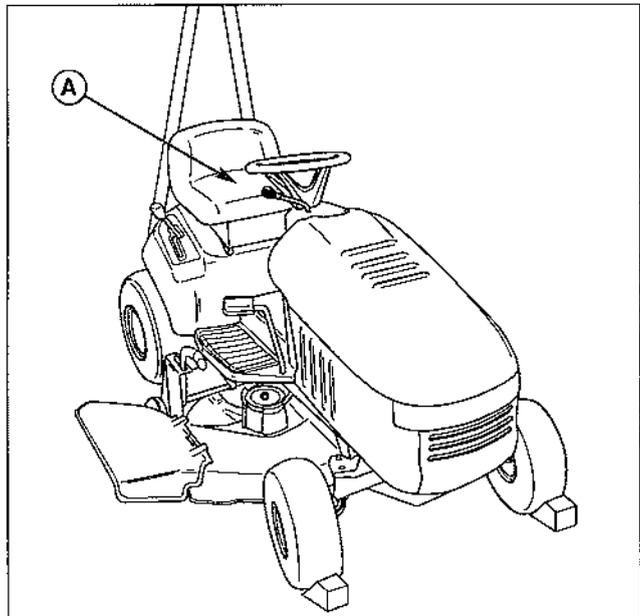
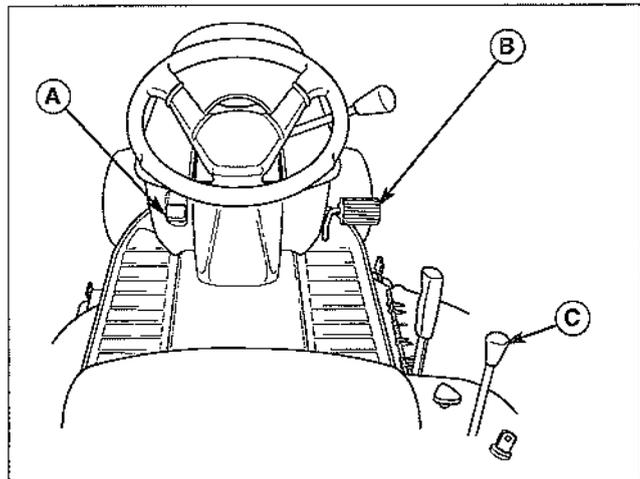
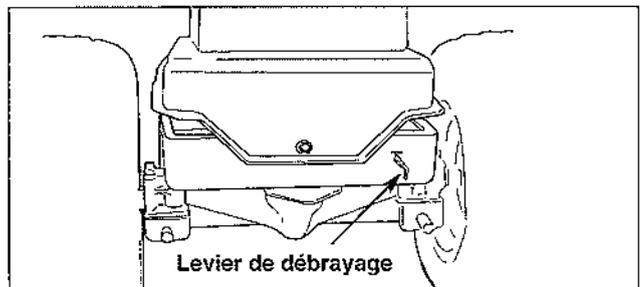

Figure 43. Soulever l'arrière du tracteur
Figure 44. Commandes
Figure 45. Levier de débrayage
1. Voir la Figure 43. Caler les roues avant. À l'aide d'un cric ou d'un palan à chaîne, soulever l'arrière du tracteur avec précaution et le soutenir avec des chandelies. Soulever la machine juste assez pour décoller les roues arrière du sol.
2. Actionner le contacteur du siège (A, Figure 43), enfoncer la pédale d'embrayage/frein (B, Figure 44) et démarrer le moteur. Une fois le moteur lancé, mettre la manette des gaz (A, Figure 44) en position de ralenti.
3. Relâcher la pédale d'embrayage/frein (B) et positionner le levier de changement de vitesse (C, Figure 44) à fond vers l'avant.
4. Tout en maintenant le levier de changement de vitesse en position de marche avant, engager et désengager plusieurs fois le levier de débrayage de la transmission (Figure 45).
5. Positionner le levier de changement de vitesse (C, Figure 44) en marche arrière, à fond.
6. Tout en maintenant le levier de changement de vitesse en position de marche arrière, engager et désengager plusieurs fois le levier de débrayage de la transmission (Figure 45).
7. Engager le levier de débrayage de la transmission (Figure 45) et passer plusieurs fois de marche avant en marche arrière en actionnant à fond le levier de changement de vitesse (C, Figure 44).